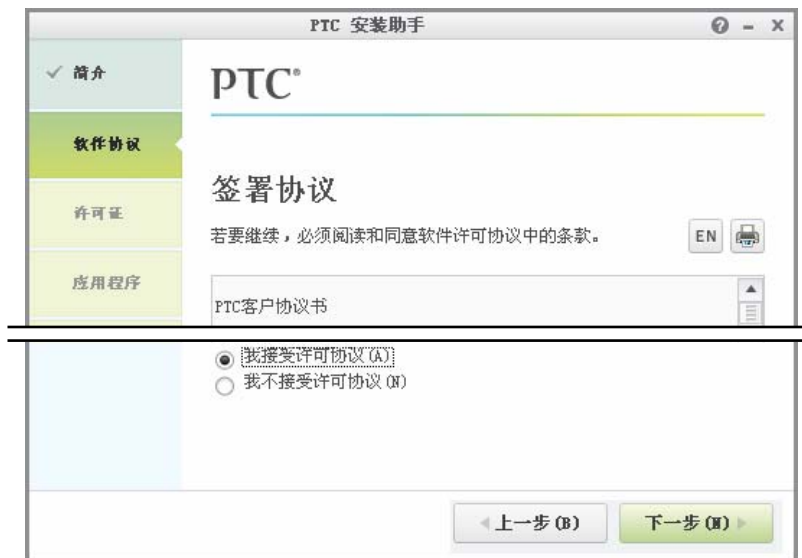

图 2.5.2 接受许可证协议
Step4. 系统弹出图 2.5.2 所示的对话框，在该对话框中进行下列操作：
- (1) 选中 ☒ 我接受许可协议(A) 单选项。
- (2) 单击  按钮。